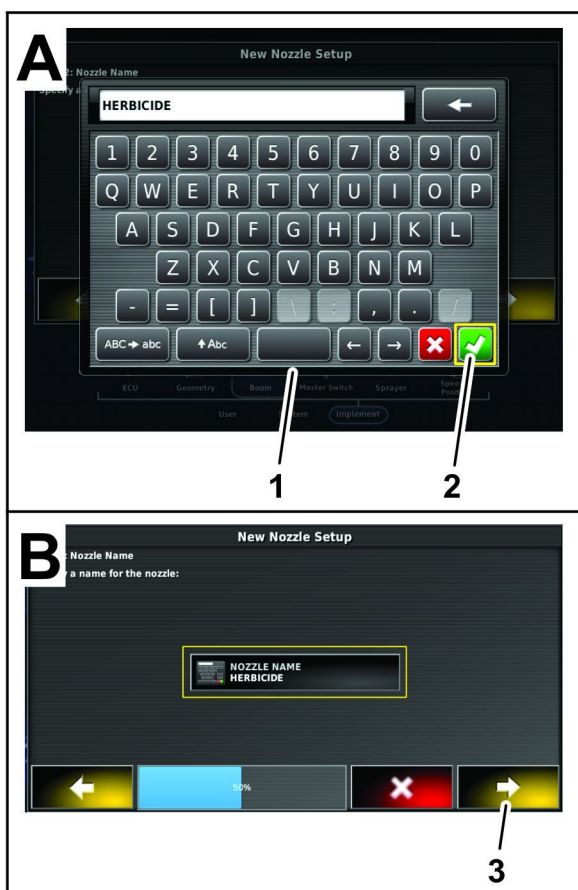

Рисунок 79
- 7. Введите название сопла с помощью клавиатуры на дисплее и нажмите на значок подтверждения (Рисунок 79).
8. На этапе 2 в диалоговом окне настройки нового сопла нажмите на значок подтверждения (Рисунок 79).
9. На этапе 3 в диалоговом окне настройки нового сопла нажмите на значок подтверждения (Рисунок 79).